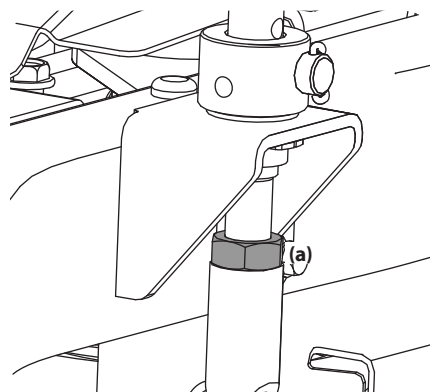

Figure 4-8
3. Le plateau de coupe est doté de quatre points de réglage. Il y a un boulon de réglage sur chaque tige. Voir Figure 4-8. Utilisez les quatre boulons de réglage (a) pour régler la hauteur du plateau de coupe jusqu'à ce que la hauteur des deux côtés est égale.
1. Utilisez les quatre boulons de réglage (a) pour régler la hauteur du plateau de coupe jusqu'à ce que l'avant soit de ¼" à 3/8" plus bas que l'arrière. Voir Figure 4-8.